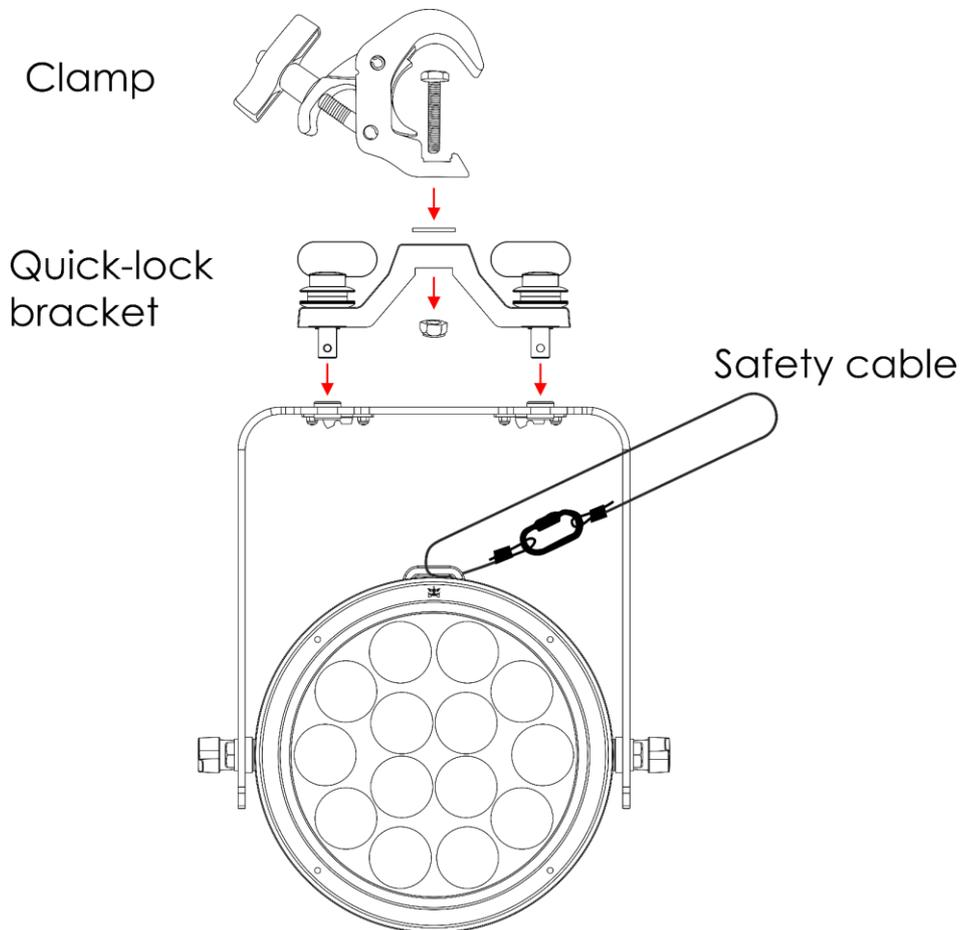

Fig. 05
- 01) Apriete los soportes de enganche rápido (Fig. 05).
- 02) Instale la abrazadera como se indica en la Fig. 05. Asegúrese de utilizar una abrazadera apropiada para colocar el dispositivo en un truss.
- 04) Sujete el dispositivo con una suspensión secundaria, por ejemplo, un cable de seguridad. Asegúrese de que la suspensión secundaria puede soportar 10 veces el peso del dispositivo. Si es posible, la suspensión secundaria debería conectarse a una estructura de soporte independiente de la suspensión primaria. Pase el cable de seguridad a través de la **anilla de seguridad (04)** como se indica en la Fig. 05.